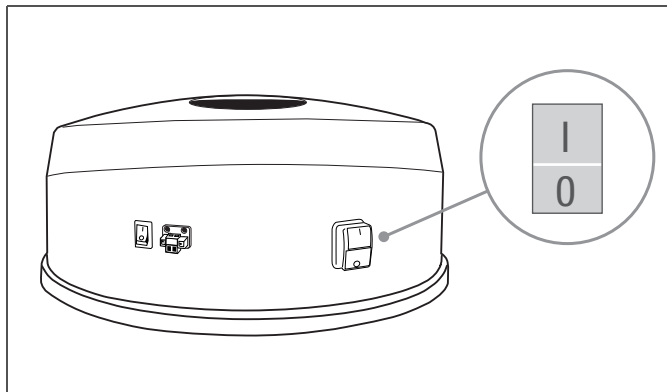

Fig. 6-1 Întrerupătorul principal de la unitatea de aspirare centrală
1. Asigurați-vă că, unitatea de aspirare centrală este deconectată de la întrerupătorul principal (vezi fig. 6-1).